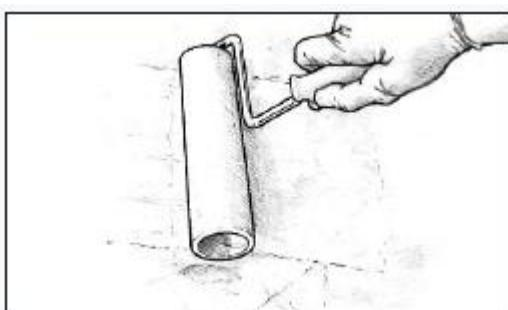

Рис. 30. Обработайте валиком небольшой участок.
4. Раскатывайте смолу легко, по участкам прибл. 600 x 600 мм, распределяя смолу равномерно по поверхности (Рисунок 30).